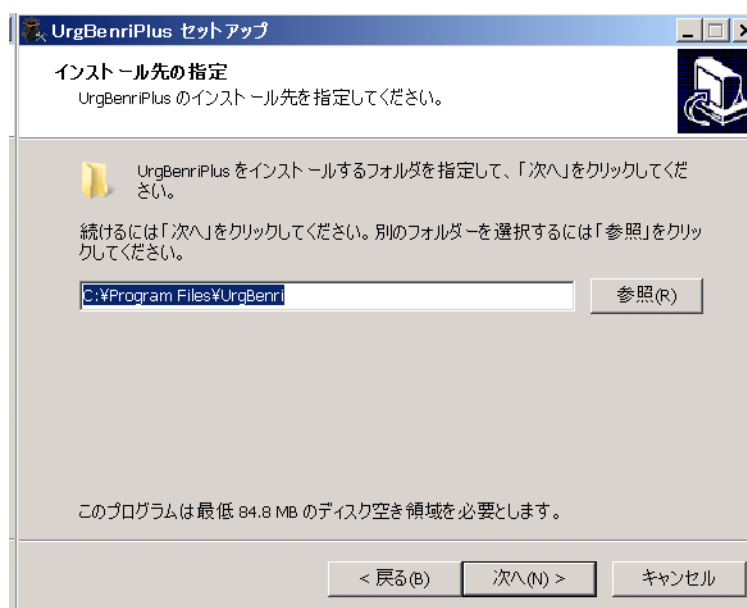

図3.2-4 インストール先の指定ウィンドウ
5. 図3.2-4 の「次へ」をクリックし、「UrgBenri」のプログラムグループ指定を行います。